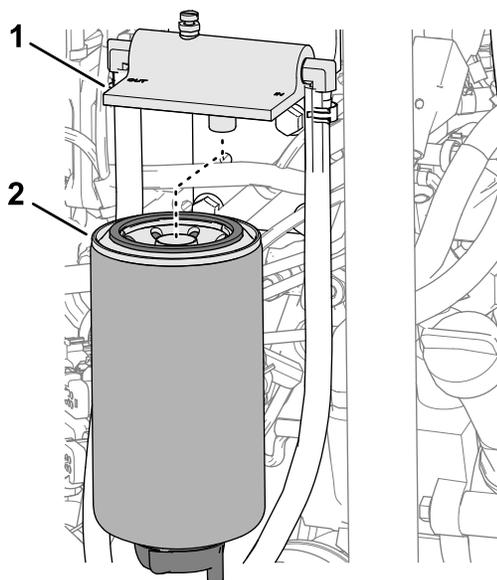

Figura 120
2. Pulite la testa del filtro e la scatola del filtro (Figura 120).